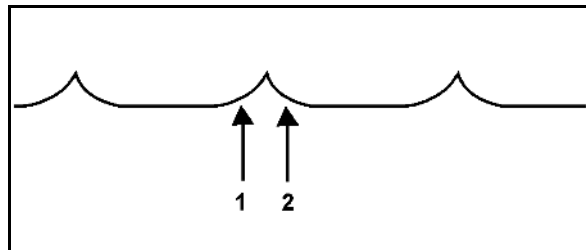

図 48
1. リンチピン (図 48/3) を取り外します。
2. 旋回レバー (図 48/2) を所望の回転方向に応じてはめます。
3. 軸をハンドルレバー (図 48/1) を介して延長 / 短縮させます。
4. 設定をリンチピン (図 48/3) で固定します。